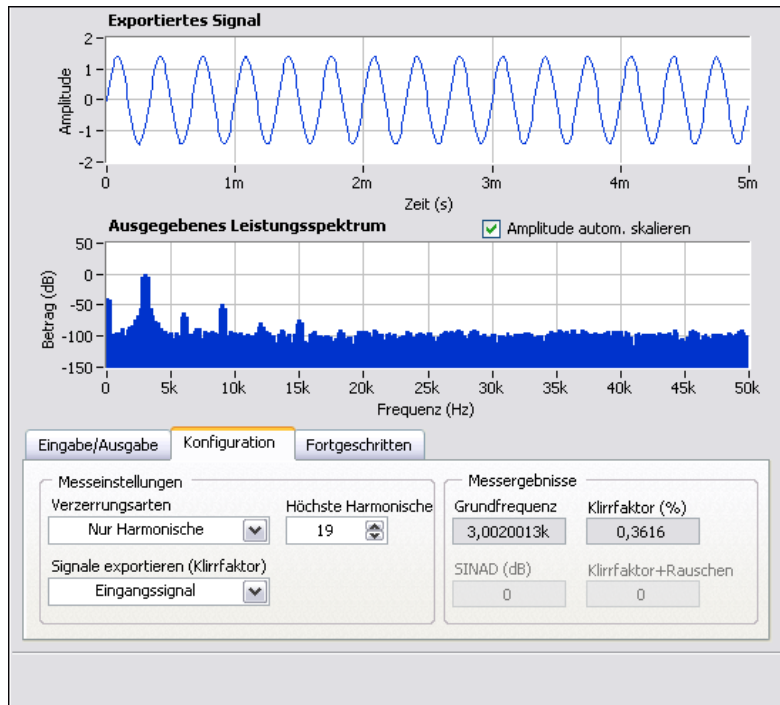

Abbildung 2-3. Registerkarte “Schritteinstellungen” für den Schritt “Verzerrung”
1. Klicken Sie den Schritt “Verzerrung” in der Projektansicht doppelt an. LabVIEW SignalExpress zeigt die Registerkarte **Schritteinstellungen** für den Schritt “Verzerrung” wie in Abbildung 2-3 an.